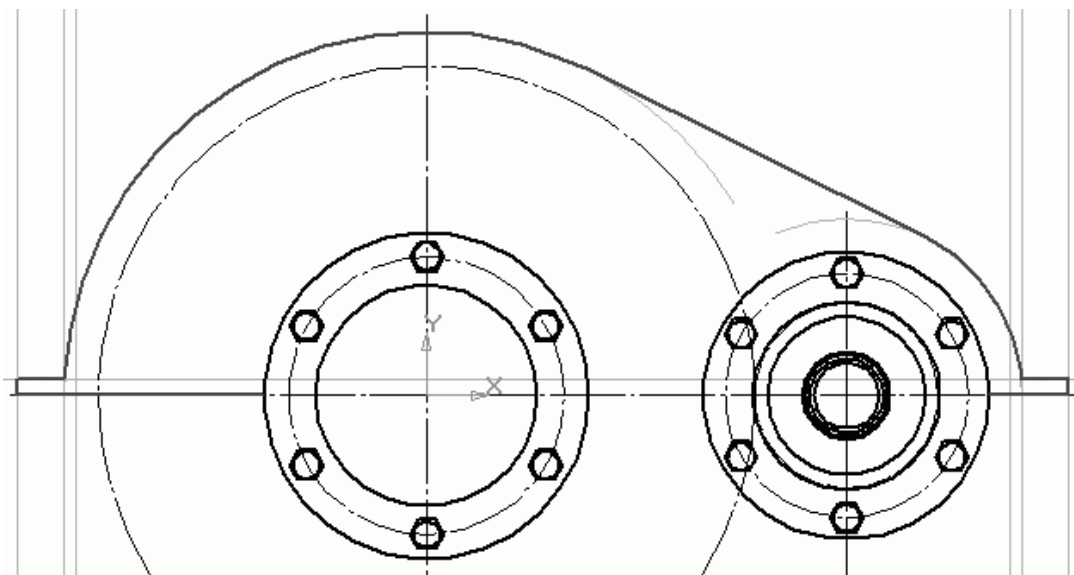

Рис. 2.110. Построение контура крышки корпуса
2. Нажмите кнопку Непрерывный ввод объектов на панели Геометрия. На панели свойств выберите стиль линии Основная. Сформируйте контур крышки редуктора (включая фланцы), переключая при необходимости режим ввода с отрезка на дугу и привязываясь к точкам пересечения вспомогательных объектов. Полученный контур представлен на рис. 2.110.